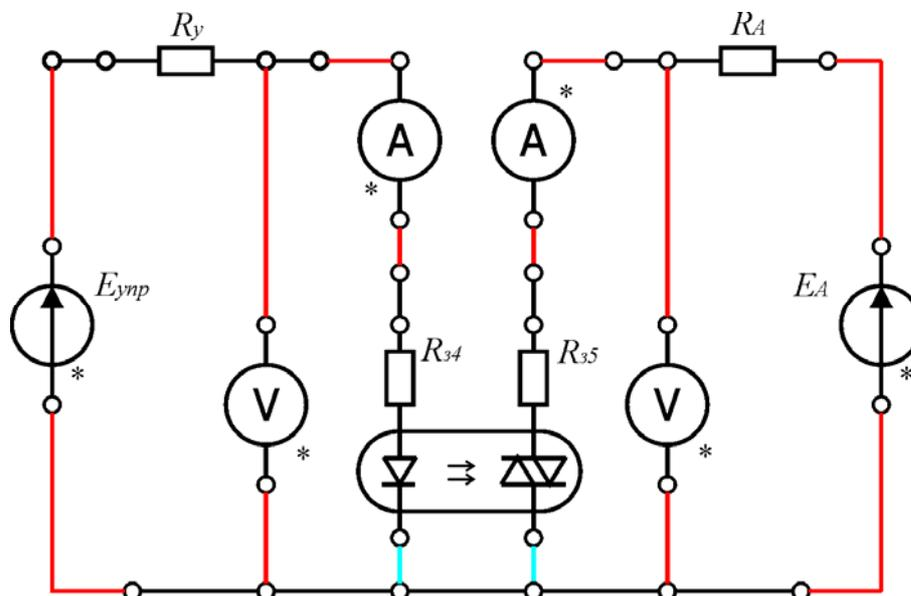
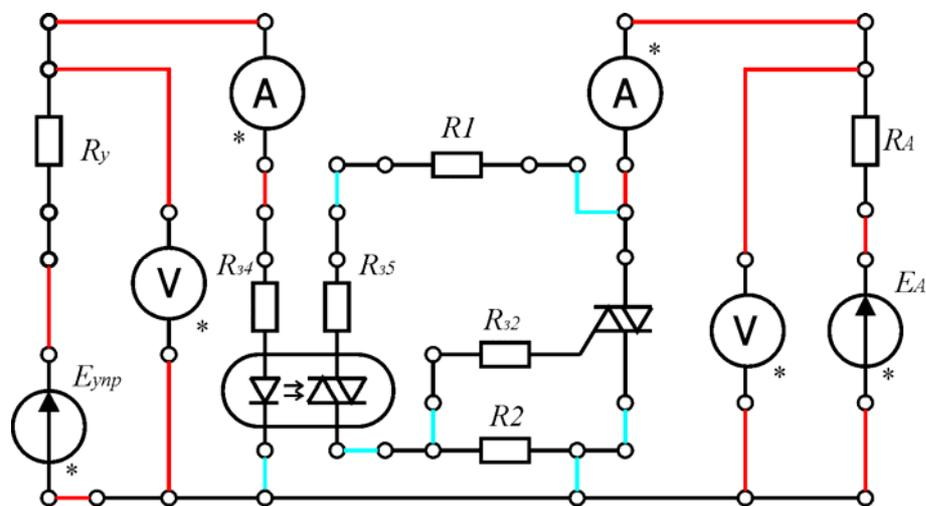

Рис. 3
Рис. 4
Экспериментальные исследования производятся с помощью модульного учебного комплекса МУК-ФОЭ1 рис. 3. Для получения вольт-амперной характеристики тиристора используется электрическая схема, представленная на рис. 4.
Все измерения производится с помощью амперметра-вольтметра АВ1. При включении амперметра в силовую цепь рекомендуется соблюдать полярность, указанную на схеме рис. 3. Такое включение позволяет при измерении малых токов существенно уменьшить сетевую наводку на электрическую цепь. При этом необходимо знак тока в результате измерений изменить на противоположный.
На рис. 4 приведена схему каскадного включения оптосимистора и симистора.
1. Соберите электрическую схему рис. 4. На этой схеме красным цветом выделены проводники с наконечниками Ш4-Ш1.6, а синим - с наконечниками Ш1.6-Ш1.6.